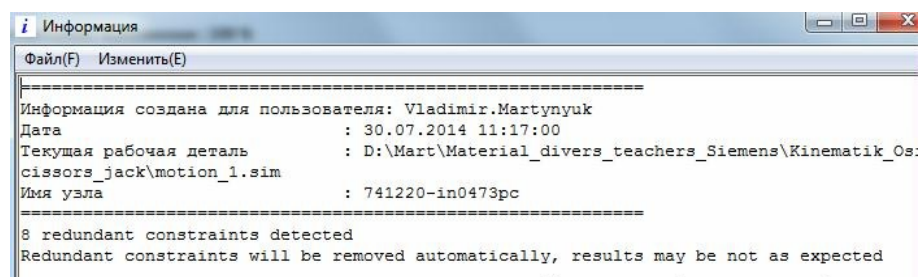

рис.54
•Но ситуации (и диагностические сообщения) при решении системы ОДУ могут быть самые разные. Например, система может выдать сообщение: “Обнаружено 8 лишних ограничений. Лишние ограничения будут автоматически удалены, но результат может оказаться не таким, как вы ожидаете” (рис. 54).
•Что это за ограничения? Дело в том, что в любом механизме, для каждого, задействованного в нем тела, существует шесть степеней свободы. Но каждая кинематическая связь, включенная между телами механизма, сокращает общее число степеней свободы. Например, вращательный шарнир сокращает 5 степеней свободы, и оставляет единственную степень свободы – вращение вокруг единственной оси. Существуют формулы, с помощью которых можно рассчитать итоговое число оставшихся степеней свободы анализируемого механизма. В русской технической литературе применяется формула Малышева. В зарубежной системе NX 8.5 для этой цели применяется формула, определяющая так называемое число Грубера. В данном пособии у нас нет возможности рассмотреть данный вопрос подробнее. Поэтому скажем только о том, что решатель *RecurDyn* приступает к составлению системы ОДУ только в том случае, если число Грубера равно 0 или менее нуля. Для этой цели система автоматически корректирует число наложенных ограничений, о чем нам и сообщает (рис.54).